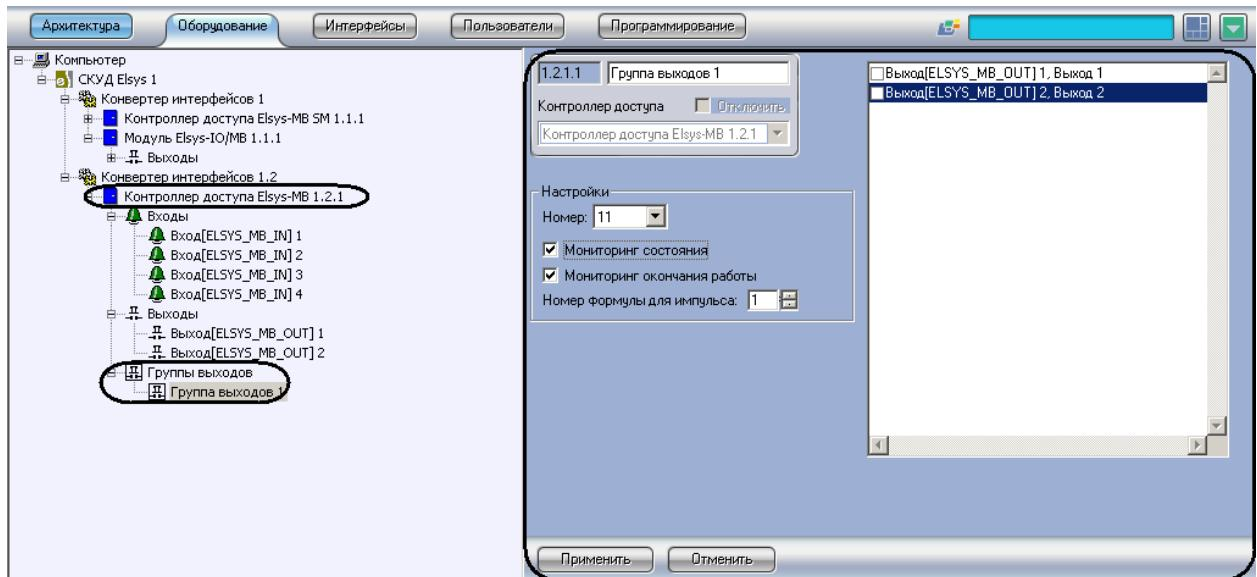

Рис. 3.4-11 Создание объекта **Группа выходов**
1. Создать на базе объекта **Контроллер доступа Elsys-MB** объект **Группа выходов** (Рис. 3.4-11).